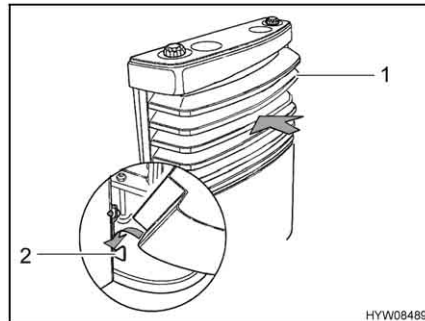

Bild 139 Heizungsverkleidung, untere Lager
- Heizungsverkleidung montieren. Dazu Heizungsverkleidung (Bild 139,1) auf die unteren Lager (Bild 139,2) stellen.